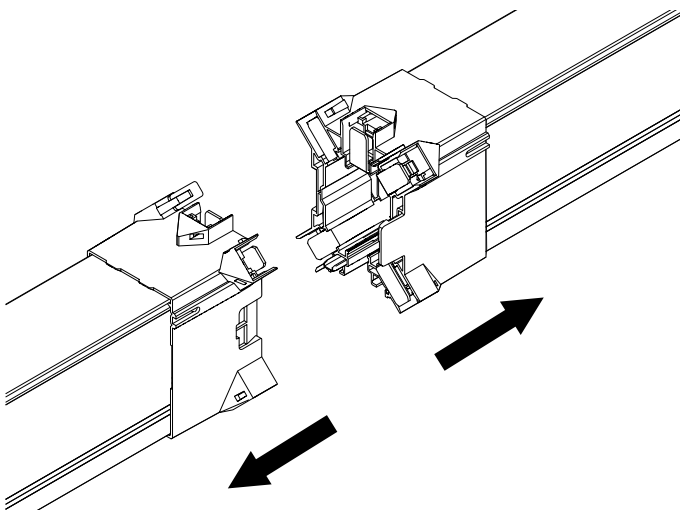

Abb. 117: Schleifleitungen auseinanderschieben
- Schleifleitungen auseinanderschieben (siehe Abb. 117)